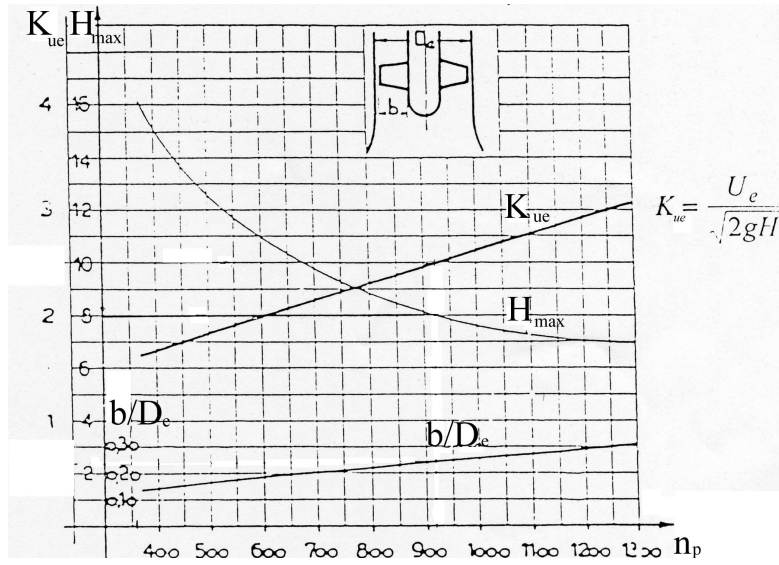

Figura 13: Diagramma statistico pompe assiali
Il rendimento effettivo  $\eta_e$  si può determinare dal grafico in figura (14), una volta noto il numero caratteristico di giri riferito alla potenza  $n_p$ . Quest'ultimo, è ricavabile dal primo grafico allegato (figura 13) in funzione della prevalenza massima  $H_{max}$ . Assumendo  $H_m = H_{max}$ , si ottiene  $n_p = 920$  a cui corrisponde un rendimento effettivo di  $\eta_e = 0.83$ . La potenza assorbita vale quindi  $P_{ass} = 47.23 \text{ KW} = 64.28 \text{ CV}$ .